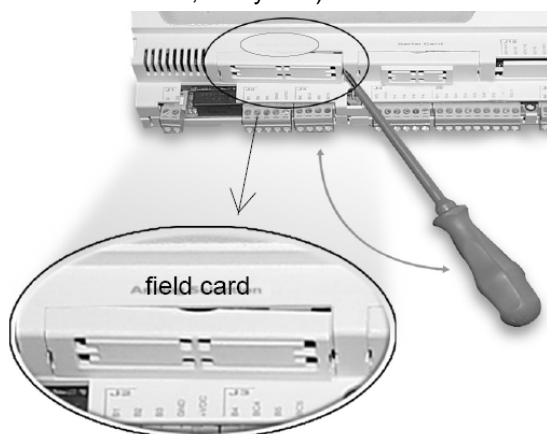

Fig. 02a
- Tarjeta de comunicación: debe ser instalada dentro de la unidad de control central, donde FIELD CARD (fig. 02a, 02b, 02c y 02d)